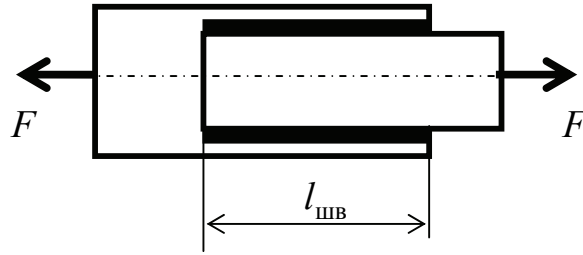

Рис. 25
2. На нахлесточное сварное соединение (рис. 25) действует сила  $F$ . Определить ее максимальное значение, если катет шва  $k = 8$  мм, допускаемое напряжение на срез для сварного шва  $[\tau'_{cp}] = 150$  МПа, длина шва  $l_{шв} = 200$  мм.